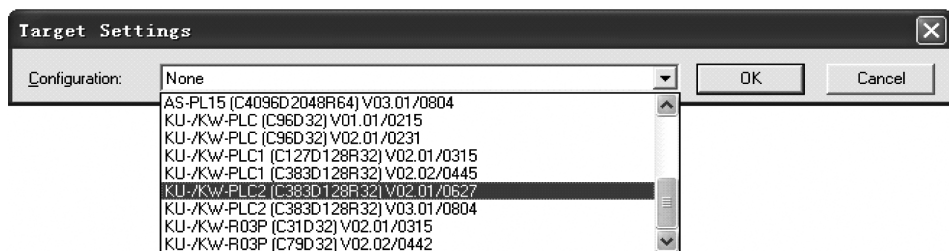

图 5-9 配置 PLC 版本及类型
- 2) 选择 “Target setting”, 配置 PLC 版本及类型, 如图 5-9 所示。